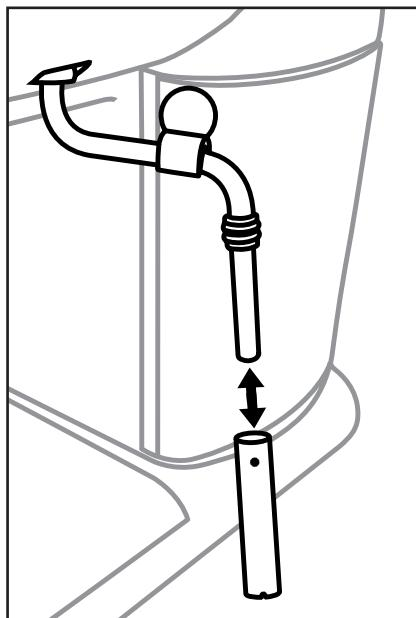

Bild 1
- 1) Ställ ett tomt kärl under mjölkskummaren ⑩.
- 2) Direkt efter att du använt mjölkskummaren vrider du ångreglaget ⑦ till läge + och väntar några sekunder tills ångan försunnit.
- 3) Stäng ångreglaget ⑦ (vrid mot läge - tills det tar stopp), stäng av produkten och dra ut kontakten.
- 5) Dra av mjölkskummarens ⑩ hölje (bild 1) och rengör det noga i varmt vatten.
- 7) För tillbaka höljet över munstycket igen (bild 1).